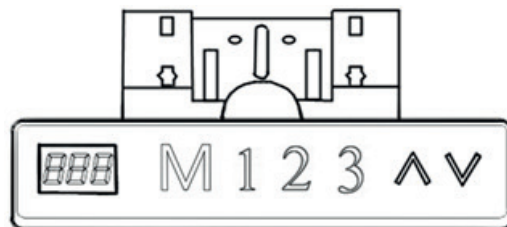

Figura 3: ricevitore
- Per memorizzare la posizione, tenere premuto il pulsante «UP» o «DOWN» fino a raggiungere l'altezza desiderata, quindi premere il pulsante «M» e successivamente il pulsante «1». L'altezza viene memorizzata premendo il pulsante «1». Tenere premuto il pulsante «UP» o «DOWN» fino all'altezza desiderata, quindi premere il pulsante «M» e successivamente il pulsante «2». L'altezza viene memorizzata premendo il pulsante «2». In modo analogo, utilizzare il pulsante «3» per memorizzare un'altezza diversa. Dopo il processo di memorizzazione, premere i pulsanti 1, 2 o 3, la scrivania si allinea all'altezza memorizzata. (Vedere la figura 3)